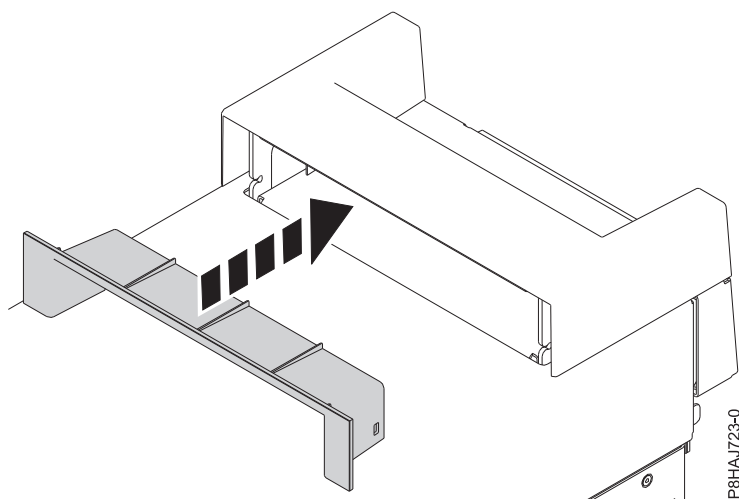

Abbildung 36. Einsetzen des Elements innerhalb der Griffabdeckung bei einem Standalone-System vom Typ 8286-41A
2. Setzen Sie das Element innerhalb der Griffabdeckung ein, indem Sie es fest in die Griffabdeckung drücken (siehe Abb. 36).